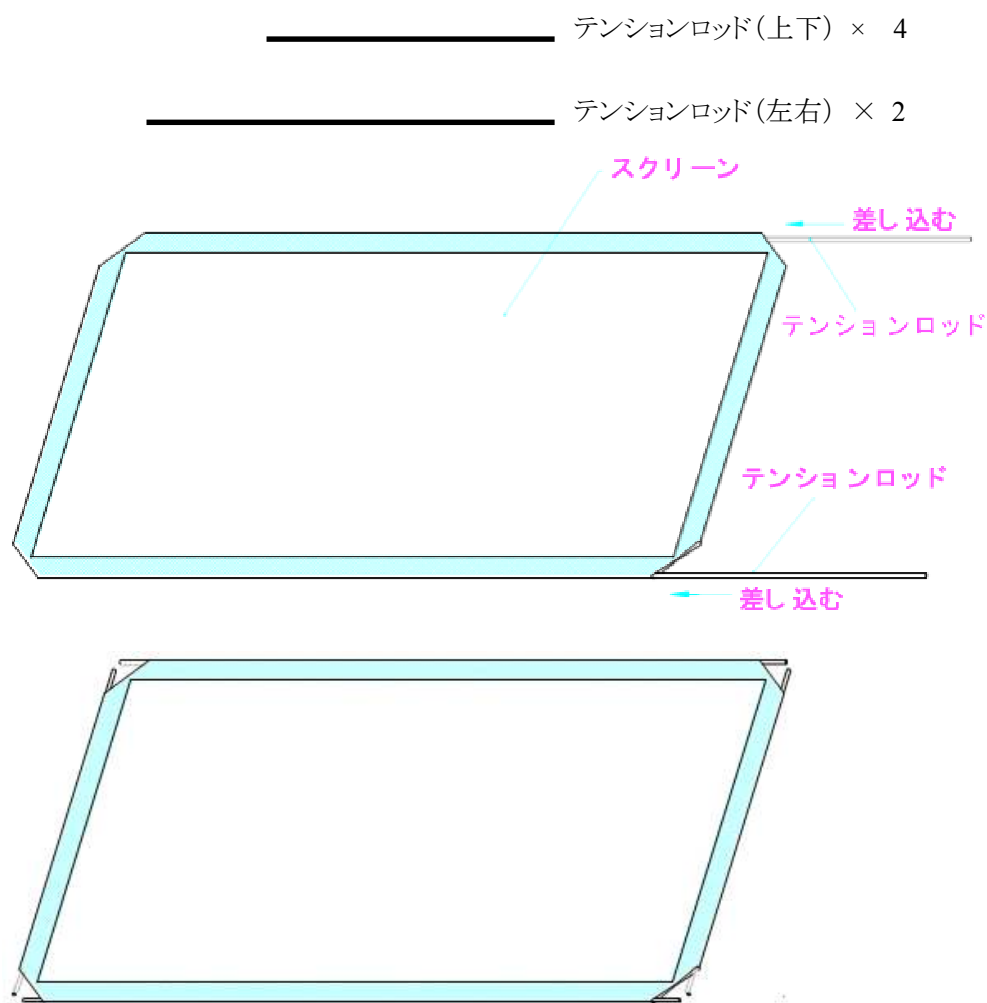

図4
1. 清潔で乾燥した滑らかな場所へスクリーンとテンションロッドを配置してください。下図のようにテンションロッドをスクリーン素材の袖部分に差し込み、スクリーンの両端からはみ出す長さが同じになるようにします。(図4)
裏地ブラック素材は、取り外しが可能なように、固定プレートに付いているマジックテープを使用して取り付けることも可能です(図4)。各固定プレートに取り付けたマジックテープの接着力により4方向へ引っ張り素材を引き伸ばすようにして取り付けてください。